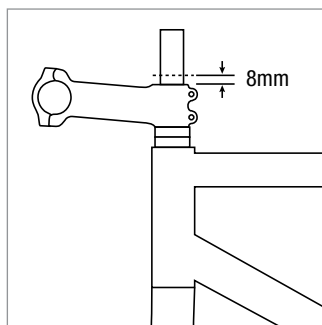

Abbildung 5
7. Montieren Sie den Vorbau auf den Lenker, stellen Sie dabei sicher, dass der Vorbau bündig auf den Distanzstücken aufliegt. Stellen Sie sicher, dass der Gabelschafteingangsöffnung mindestens 8 mm übersteht (Abbildung 5).